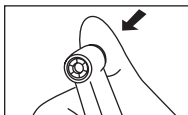

Fig. 1
(1) Montarea
- Apăsați butonul de acționare pentru a deschide mandrina. (Fig. 1)